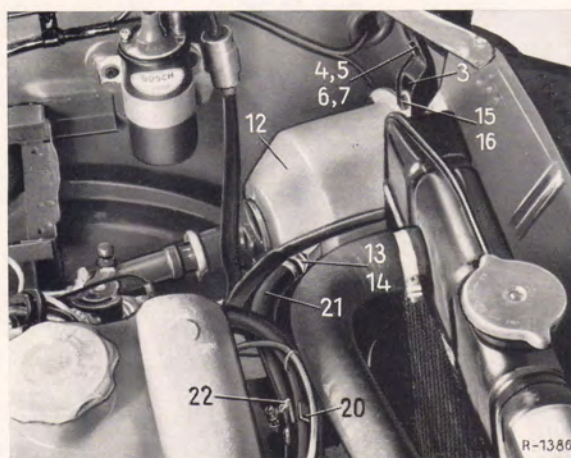

Bild 42-3/1
1. Bisherigen Hauptzylinder gegen den neuen mit 1 1/8" Ø (1) auswechseln (Einzelheiten siehe Werkstatt-Handbuch PKW-Typen ab August 1959, Arb.-Nr. 42-3).
2. Halter (3) unter Verwendung der Teile (4 bis 7) an das Versteifungsblech zwischen Vorderkotflügel und Kühlerverkleidung anschrauben (Bild 42-3/1).
3. In die beiden Löcher seitlich im linken Rahmenlängsträger Champion-Blindmuttern (9) einsetzen und Halter (8) mit den Sechskantschrauben (10) und den Federringen (11) befestigen.
4. Bremsgerät (12) an die Halter (3 und 8) mit den Sechskantschrauben (15) und den Federringen (16) anschrauben.
5. Schraubstutzen (13) mit Dichtring (14) in den Unterdruckanschluß des Bremsgerätes einschrauben und festziehen.
6. Blindstopfen im Saugrohr gegen den Schraubstutzen (17) auswechseln. Diesen vorher mit Dichtungsmasse bestreichen und dann erst mit dem vorhandenen Dichtring einschrauben.
7. Befestigungsschelle am Zylinderkopf für die Kraftstoff-Druckleitung gegen die neue Befestigungsschelle (20) auswechseln.
8. Unterdruckleitung (18) mit Überwurfmutter (19) am Schraubstutzen (17) anschließen und an der Befestigungsschelle (20) befestigen.